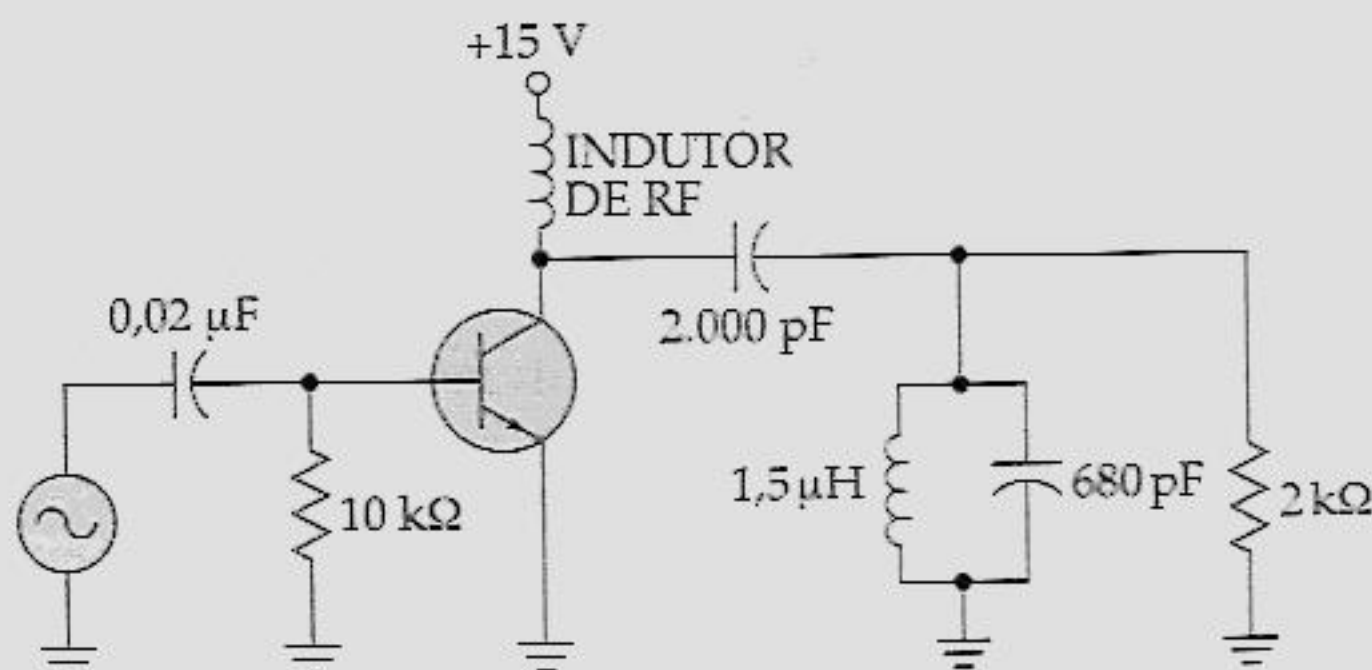

Figura 24.29
- 24.1 O indutor de RF do circuito da Figura 24.29 funciona como um circuito aberto para ca na frequência de ressonância do circuito-tanque. Se o Q da bobina for 60, qual a frequência de ressonância e a largura de banda?
- 24.2 Qual a constante de tempo do grampeador negativo da Figura 24.29? Qual o período do sinal de entrada se o circuito-tanque for sintonizado na frequência de entrada?
- 24.3 Se o sinal de entrada da Figura 24.29 tiver um valor de pico a pico de 10 V, qual a tensão cc sobre o diodo-emissor?
- 24.4 O transistor da Figura 24.29 conduz durante 30° do ciclo ca . Qual o valor do ciclo de trabalho?
- 24.5 Se o Q da bobina do circuito da Figura 24.29 for 75, quais são as potências máximas na carga e na bobina?
- 24.6 Na Figura 24.29, se a dissipação de potência do transistor for de 5 mW, qual a corrente absorvida e qual a eficiência do estágio?
- 24.7 Se o circuito-tanque da Figura 24.29 estiver sintonizado no terceiro harmônico do sinal de entrada, qual a frequência de entrada?
- 24.8 Na Figura 24.29, qual a reatância capacitiva do capacitor de 2.000 pF na frequência de ressonância do circuito-tanque?